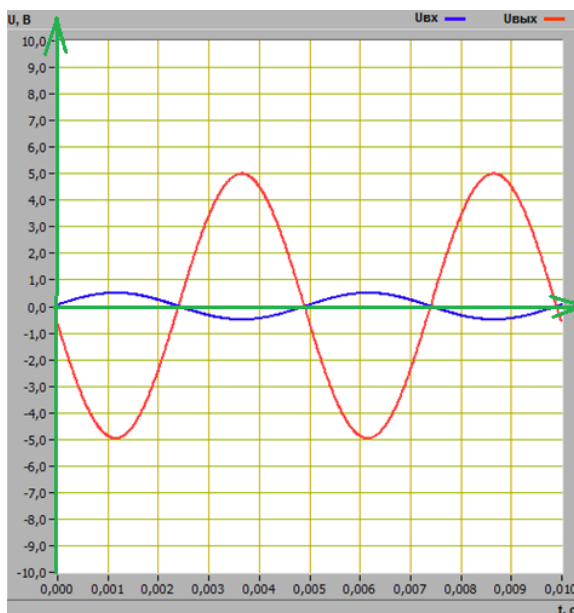

Рисунок 4.4 – График входного и выходного сигналов инвертирующего усилителя
**4.2.2** С помощью цифрового элемента управления, находящегося на передней панели ВП, установим следующий режим измерения: форма сигнала – синусоидальная, частота сигнала – 200Гц, амплитуда сигнала – 0,5В. Нажмем на панели ВП кнопку «Измерение». На графическом индикаторе ВП появится изображение входного и выходного сигналов инвертирующего усилителя (рисунок 4.4).